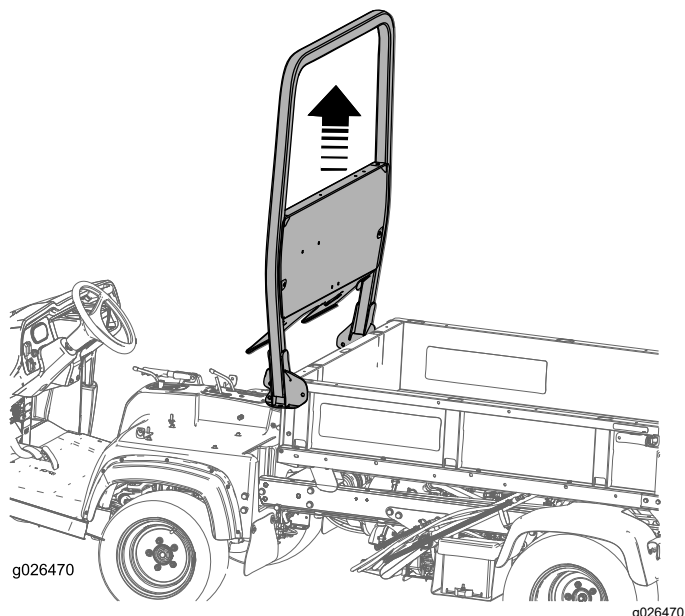

図 10
1. 図 9と図 10に示されているように、ROPSアセンブリを車体フレームに取り付けているボルト6本を外す。